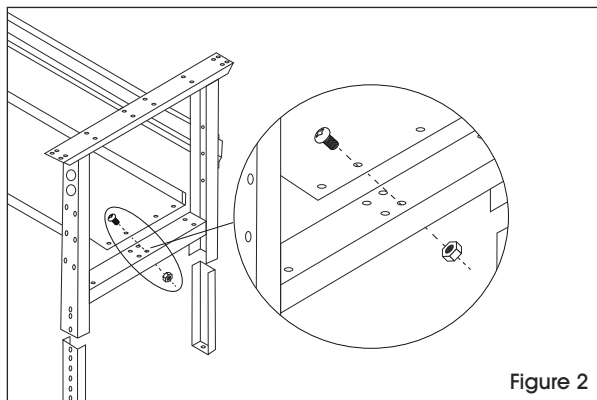

Figure 2
- Placez les tablettes inférieures (4) sur les entretoises des pieds, et fixez-les à l'aide de huit écrous et boulons. Ensuite, serrez complètement les pièces installées à l'étape 3. (Voir Figure 2)
- Pour fixer la surface de table (5) à l'ensemble du cadre, placez la surface de table sur une surface lisse et non marquante, côté supérieur vers le bas.